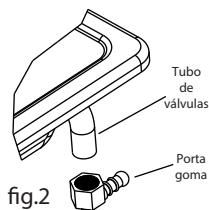

fig.2
6.- Para los gasodomésticos que llevan el portagoma en el kit de accesorios utilizar un sellante (teflón) entre el portagoma y el tubo de válvulas (ver fig.2).